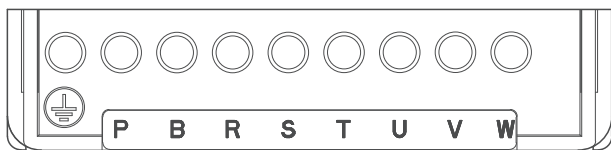

图5-3 主回路端子NVF5-0.75QZ ~NVF5-7.5QZ
5.3.1 三相380V系列（NVF5-0.75QZ~NVF5-7.5QZ）如见图5-3 及表5.1